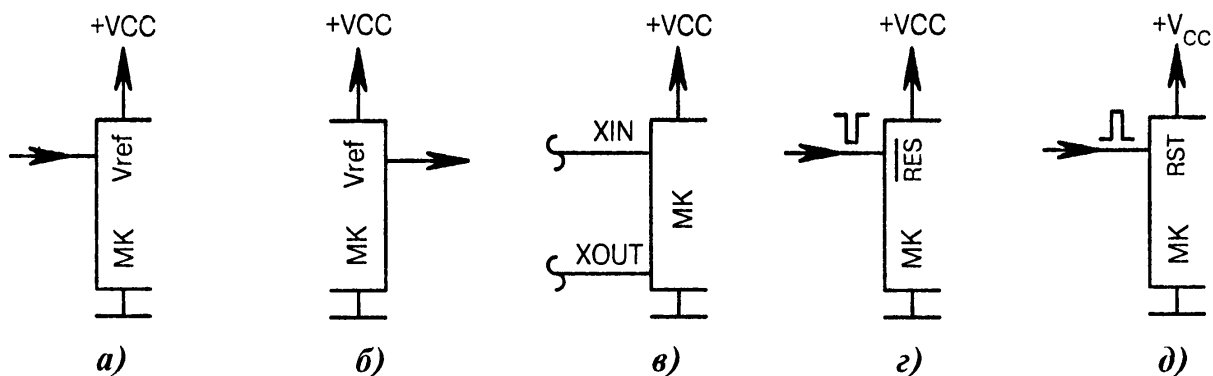

Рис. 1.21. Условные обозначения сигналов управления, тактирования, сброса:
- цепи управления, тактирования и сброса (Рис. 1.21, а...д).